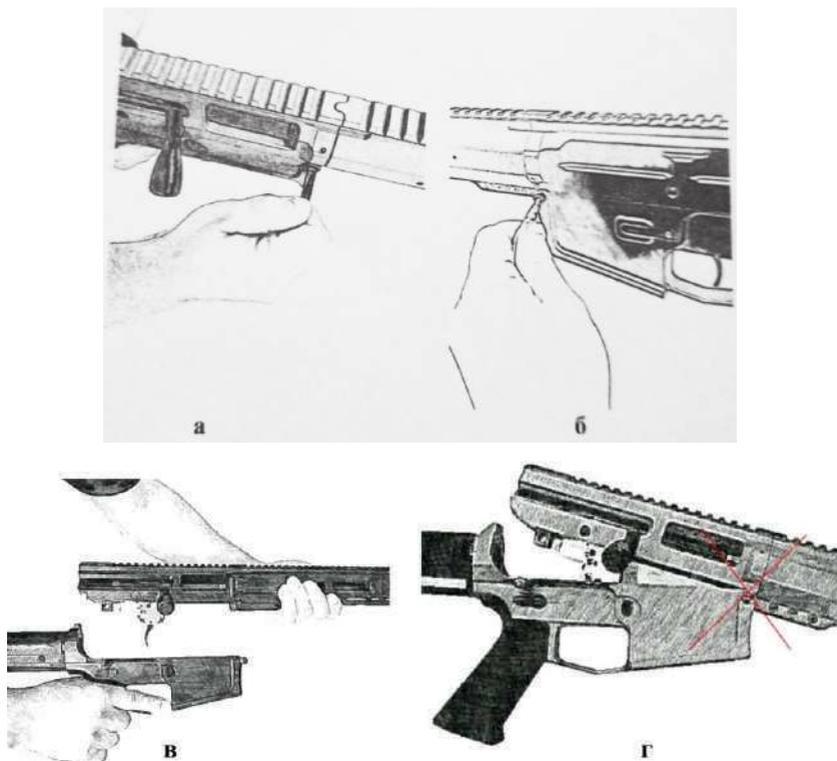

Рис. 137. Розділення ствольної коробки на нижню та верхню рами
2. Розділити ствольну коробку (від'єднати верхню та нижню рами), для чого витиснути спочатку задню, потім передню вісь (рис. 137) (якщо фіксуючі осі витискаються туго, то для зручності їх видавлювання можна використовувати інструменти або патрон). Після витискання фіксуючих осей необхідно взятись за верхню раму і за нижню раму – та розділити (розвести) ствольну коробку. Забороняється роз'єднання